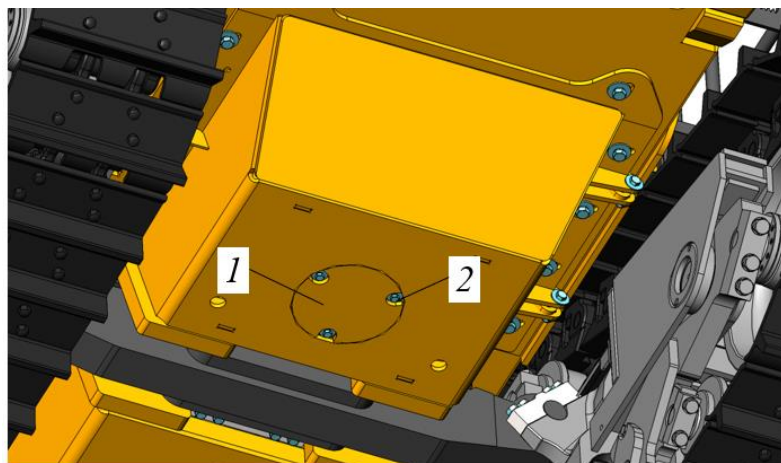

Рисунок 5.76. Лючок в лобовине рамы
- ▶ Демонтировать лючок поз. 1 в передней броне (рис. 5.76).
Для демонтажа лючка поз. 1 в передней части брони необходимо, ключом  на 19 выкрутить три болта поз. 2 и убрать лючок в сторону см. рис. 5.76. Примерный вес лючка чуть больше 5 кг.
- Предварительно очищенный лючок поз. 1, рис. 5.76 установить на место. Болты поз. 2 затянуть моментом не превышающим 80 Н*м.